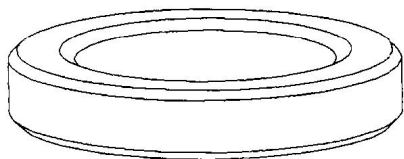

图 1-5 倒角后的圆柱体
5. 制作 60° 的倒角。执行菜单管理器中的 Feature → Create → Solid → Chamfer → Edge → Ang × d 命令, 依次输入倒角的边长为 1, 角度为 60°, 并选择参考平面为内圆柱面。选择要倒角的圆柱体两端内圆后, 再执行菜单管理器中的 Done Sel → Done Refs 命令, 最后单击 CHAMFER: Edge 对话框中的 OK 按钮, 制作出如图 1-5 所示倒角。